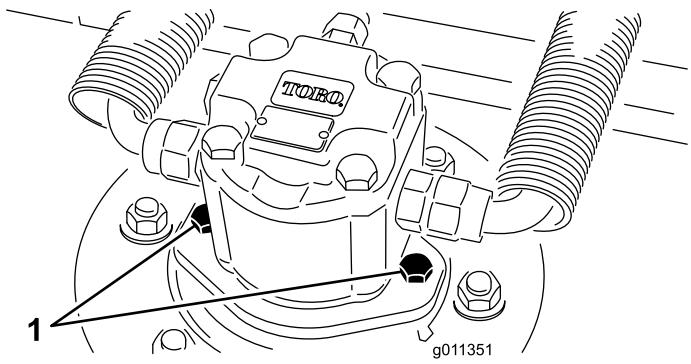

Рисунок 59
- Отсоедините и снимите гидромотор с режущего блока (Рисунок 59). Накройте верхнюю часть шпинделя для предотвращения загрязнения.
4. Установите гидроцилиндр на деку (Рисунок 59). Убедитесь, что уплотнительное кольцо находится в штатном положении и не повреждено.